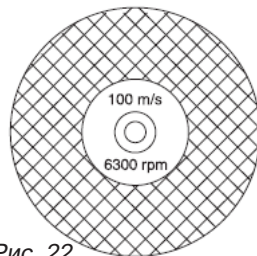

Рис. 22
- Убедитесь, что диски разрешены для такой же или более высокой скорости согласно информации на табличке допущения двигателя. Не использовать диски с более низкой скоростью, чем скорость бензореза (рис. 22).